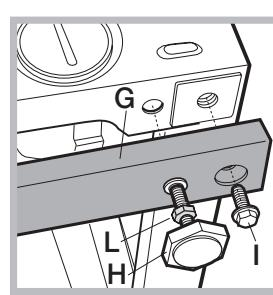

Fig. 11
les 2 traverses (G); les 4 pieds (H); les 4 vis (I); les 4 écrous (L) puis procédez comme suit (fig. 11): démontez les 4 pieds originaux, positionnez une traverse G dans la partie avant de la machine, fixez-la à l'aide des vis I (en les vissant dans les trous où étaient fixés les pieds originaux) puis montez les nouveaux pieds H.